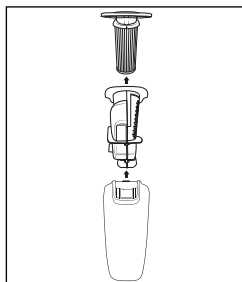

Fig. 14
- ◆ Commencez par sortir le filtre HEPA **20** et ensuite le filtre grossier **19** hors du bac à poussière **10** (fig. 14). Tapotez ces deux pièces au-dessus d'une poubelle ou similaire. Si nécessaire, vous pouvez rincer le filtre HEPA **20** à l'eau claire. Ensuite, laissez-le sécher entièrement à l'air.